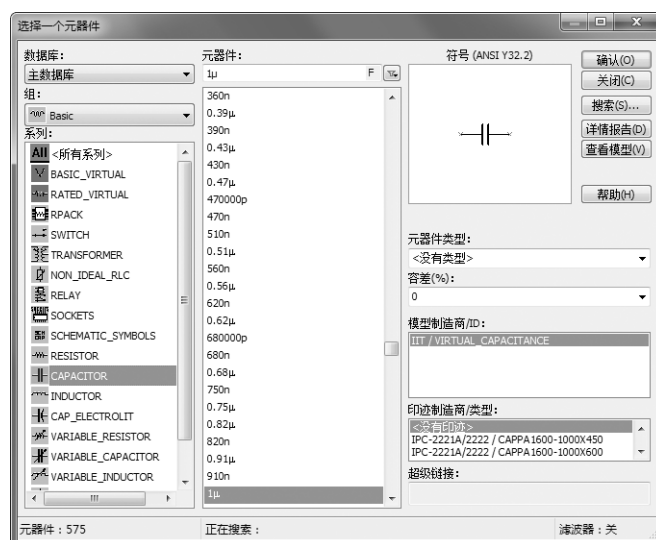

图 3-60 选择一个元器件
2) 选择“主数据库→Basic→CAPACITOR”系列，显示无极性电容元器件，元器件库中的电容器均为真实元器件，包括不同容值的无极性电容性，一个参数值对用一个唯一的元器件，如图 3-60 所示。